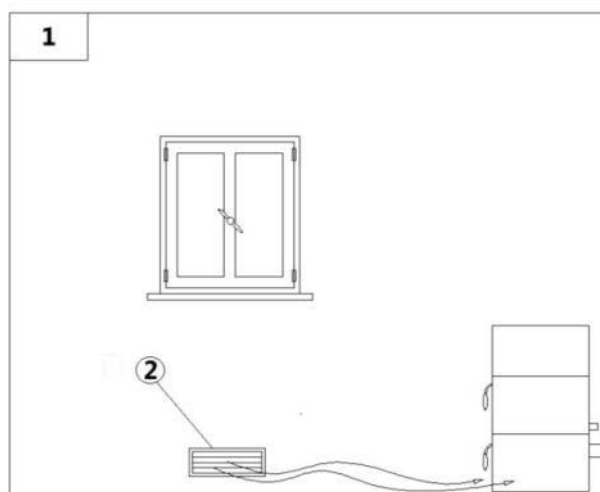

Fig. 9 - Dopływ bezpośredniego powietrza
OPIS	Fig. 9
- Dopływ powietrza pomiędzy otoczeniem zewnętrznym i pomieszczeniem może być bezpośredni przez otwór w ścianie zewnętrznej pomieszczenia (patrz **Fig. 9**).